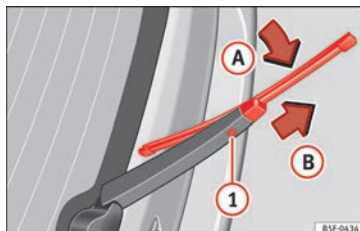

Fig. 142 Substituição da escova do vidro traseiro.
- Levante o braço do limpa para-brisas e rebata-o um ângulo de aproximadamente 60° » **Fig. 142.**
- Mantenha pressionado o botão de desbloqueio ①.
- Rebata a escova na direção do braço do limpa para-brisas » Fig. 142 (seta ①) e ao mesmo tempo puxe no sentido indicado pela seta ②. É provável que tenha de aplicar muita força.
- Introduza no braço limpa para-brisas uma escova nova **com o mesmo comprimento e características**, no sentido contrário à seta ② até que encaixe. Para tal, a escova deve estar na posição recolhida (seta ①).